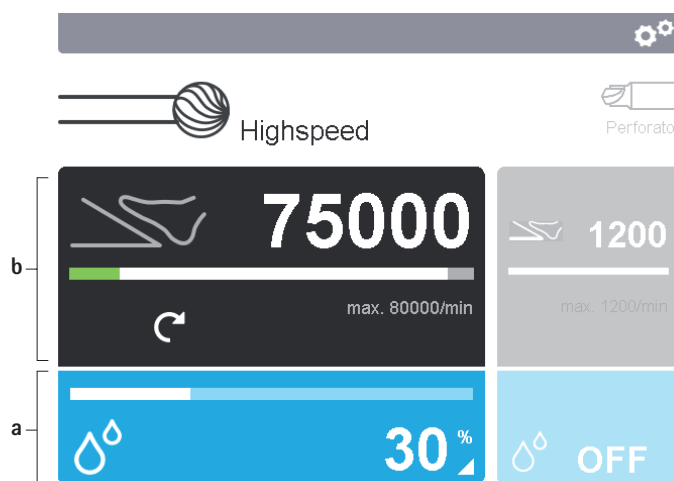

Fig. 5 Activarea câmpurilor de operare
- ▶ Modificarea parametrilor de setare ai componentei aplicate: Acționați câmpul de operare al componentei aplicate **b** de pe ecranul 2, vezi Fig. 5.